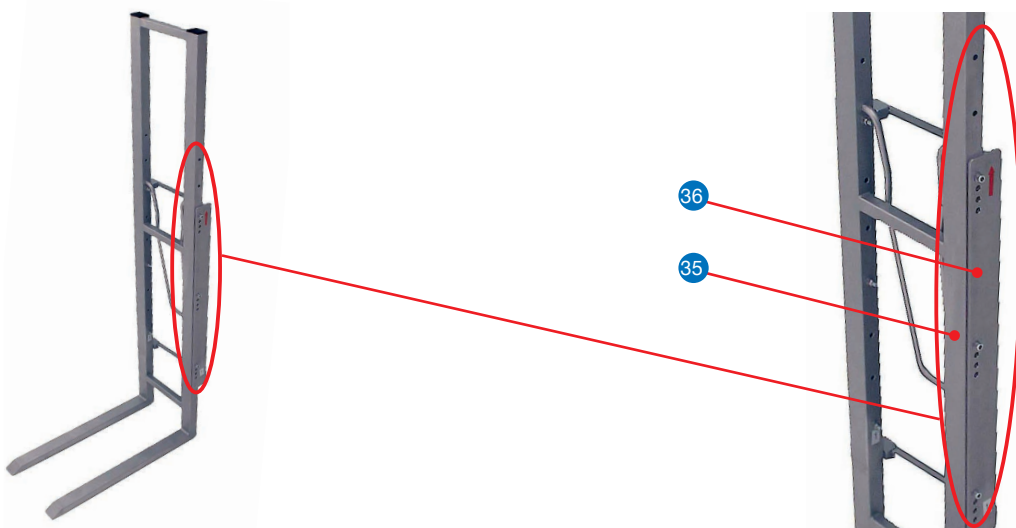
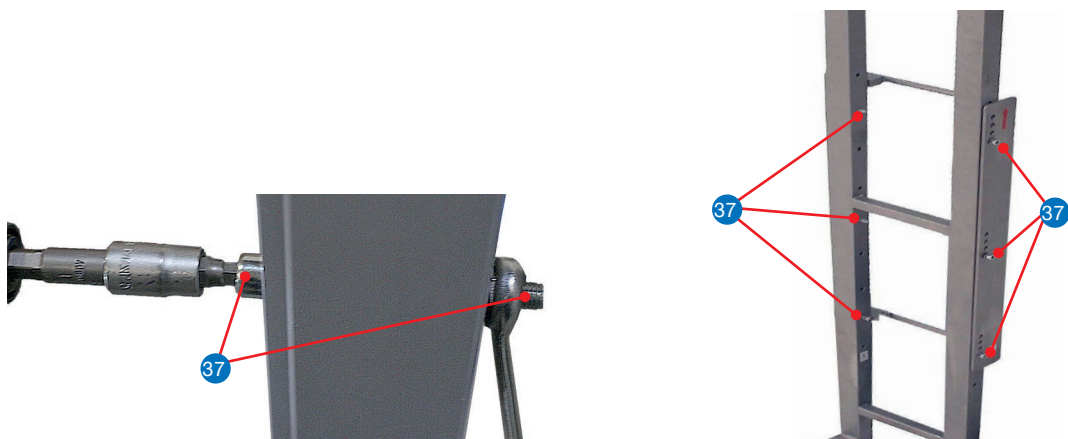

Abb. 23) Standard-Höheneinstellung der Schwenkgabel in aufrechter Position
Abb. 24) Schrauben entfernen.
Die Gabel ist bis zu 45 mm in der Höhe verstellbar. Die Höheneinstellung erfolgt über das Verschieben des Gabelgestells ³⁵ im Führungsschlitten ³⁶ (4 Bohrungen). Neben den Standard-Höheneinstellungen für die aufrechte Position (Abb. 23) und den Deltamodus (Abb. 24) kann die Höhe der Schwenkgabel individuell auf die Last eingestellt werden.
1. 6x Innensechskantschraube M6 ³⁷ entfernen (Abb. 24):